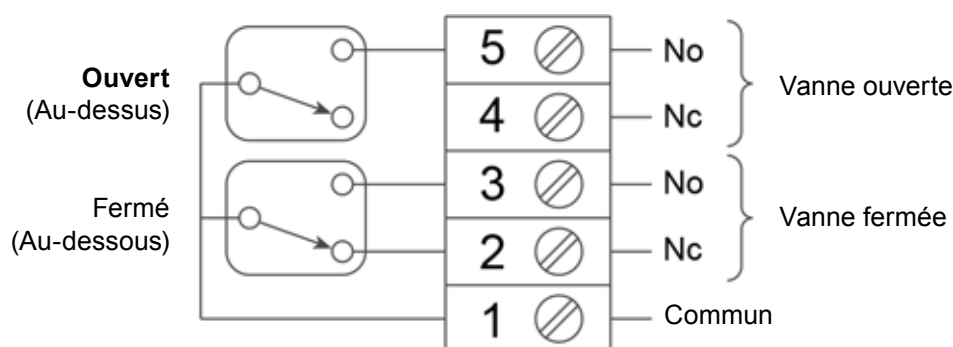

Fig. 3 - Schéma de câblage du SLM1
En fonction de la Figure 3 - Vérifier **la continuité** entre le contact 1 et le contact 3 (NO - Normalement ouvert) et **la non-continuité** entre le contact 1 et le contact 2 (NC - Normalement fermé) avec un ohmmètre.
En fonction de la Figure 2 - Commencer avec la vanne et l'actionneur assemblés et la vanne sera en position ouverte. Ajuster la came supérieure pour tourner sur le contact supérieur. Serrer les vis (11) maintenant les cames en place. En fonction de la Figure 3 - Vérifier avec un ohmmètre **la continuité** entre le contact 1 et le contact 5 (NO - Normalement ouvert) et **la non-continuité** entre le contact 1 et le contact 4 (NC - Normalement fermé).